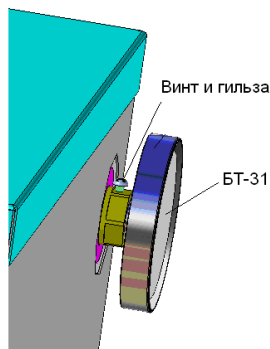

Рис.7 Термометр для котлов **КС-Т-11п** и **КС-Т-15п**
5.3.2 На котлы **КС-Т-11п** и **КС-Т-15п** установить на боковую поверхность термометр БТ-31 (табл.2). С термометра БТ-31 снять винт М3 и гильзу (рис.7). Резьбовую часть гильзы уплотнить лентой ФУМ, завинтить в бобышку в котле. Термометр БТ-31 надеть на гильзу и закрепить винтом М3.